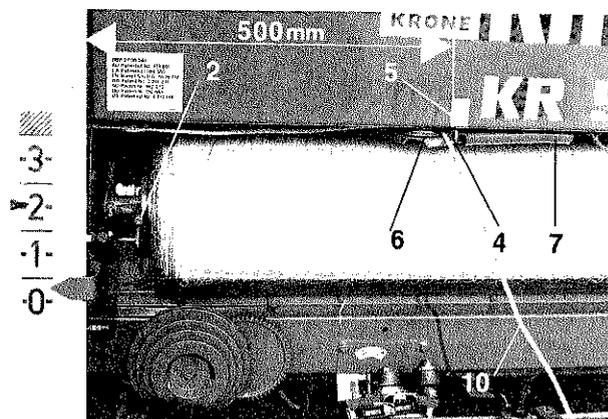
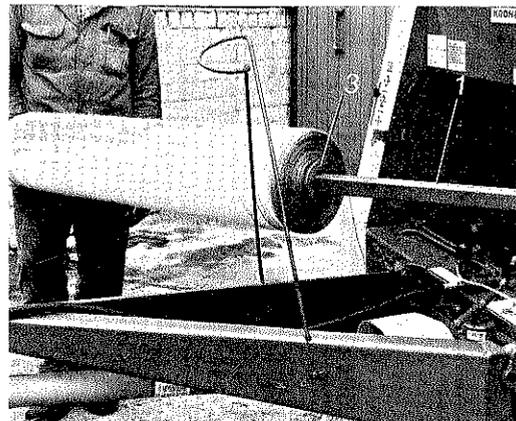
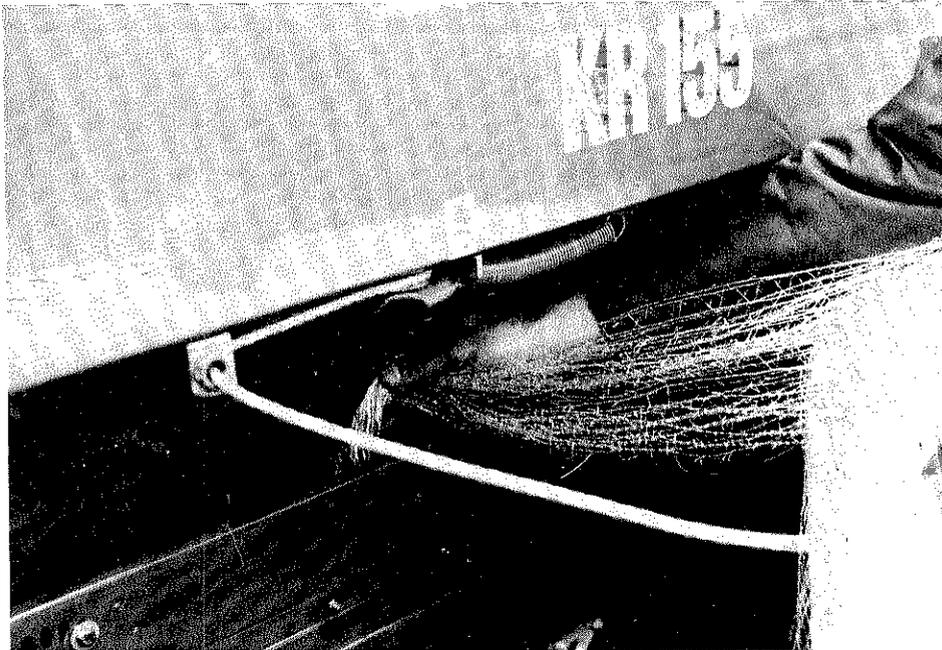
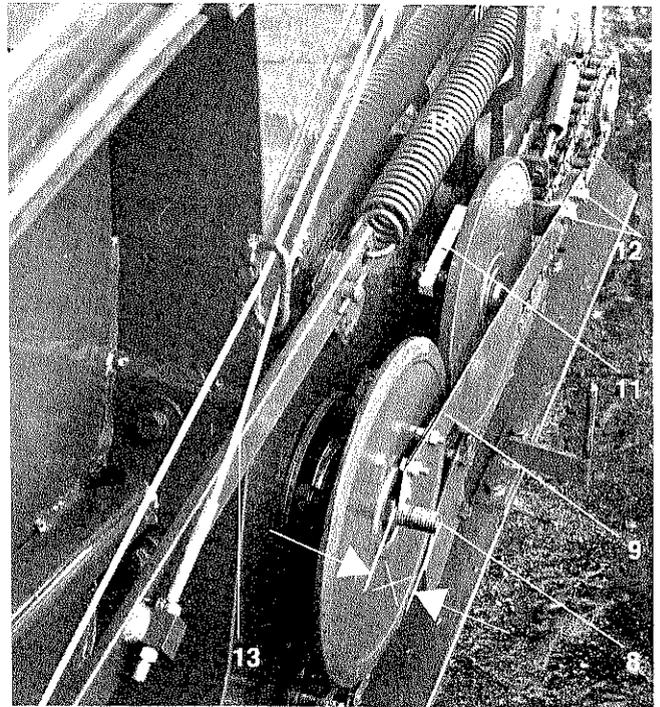

Abb. 10
Abb. 11
Abb. 13
Abb. 17
Die Krone-Rundballenpresse kann auch für die Umwicklung (Bindung) der Ballen mit Kunststoffolie oder Netz verwendet werden. Die Folien- bzw. Netzwickelvorrichtung befindet sich unterhalb des Garnkastens. Sie wird eingeschaltet (ausgeschaltet) indem das Starterseil am Startzylinder entsprechend eingehängt (siehe Abschnitt „Hydraulische Startvorrichtung“) und das Arretierstück (Pos. 11, Abb. 17) nach hinten (nach vorne) umgeklappt wird. Abmessungen der Folien- bzw. Netzrolle siehe Abschnitt „Technische Daten“.
Zum Einlegen der Folien- oder Netzrolle muß das Aufnahmerohr 1 (Abb. 11) herausgeschwenkt werden. Zum Aufschieben der Rolle wird die linke Lagerbuchse 2 (Abb. 10) mit Innenteil aus dem Aufnahmerohr herausgezogen. Die rechte Lagerbuchse 3 (Abb. 11 und 12) ist stirnseitig mit Aussparungen versehen, die zum Ausgleich von unterschiedlichen Rollenbreiten dienen. Sie ist so zu drehen, daß die Folien-Netzrolle mittig zur Maschine sitzt.
Die Folien- bzw. Netzrolle ist mit dem losen Ende nach hinten entsprechend Abb. 11 aufzuschieben.
Die Lagerbuchsen rechts und links müssen sich in der Rollenhülse leicht drehen lassen. Eventuelle Beschädigungen an der Hülse der Rolle müssen vorher beseitigt werden. Nach dem Einschwenken der Folienrolle (Netzrolle) muß die linke Lagerbuchse durch Drehen auf dem Gewinde so verstellt werden, daß die Nase 4 unterhalb der gelben Markierung 5 (Abb. 10) liegt. Das Verdrehen der linken Lagerbuchse wird erheblich erleichtert, wenn der Schwenkhebel 6 (Abb. 10) nach links gedrückt wird. Die Verdrehsicherung an der linken Lagerbuchse muß nach dem Verstellen wieder eingerastet werden.
Die Rolle wird durch längsseitiges Einklemmen gebremst. Die Bremswirkung läßt sich über die Feder 7 (Abb. 10) verändern. Mit zunehmender Spannung der Zugfeder 7 erhöht sich die Abbremsung der Folien- bzw. Netzrolle. Bei Verwendung von Netz muß die Abbremsung höher gewählt werden als bei Folie.
Die Übertragungseinrichtung der Bremse ist richtig eingestellt, wenn die Nase 4 (Abb. 10) unterhalb der gelben Markierung 5 liegt. Das entspricht 500 - 530 mm von der linken Rahmenkante. Die Einstellung erfolgt nur durch Verstellung an den Lagerbuchsen 2 (Abb. 10) und 3 (Abb. 11).
Durch Ziehen am Seil 10 (Abb. 10) bewegt sich der Schwenkhebel 6 nach links über die gelbe Markierung 5 hinaus. In dieser Stellung ist die Bremse der Folien-Netzrolle gelöst, und somit muß sich die Rolle sehr leicht von Hand drehen lassen. Nach dem loslassen des Seils 10 spricht die Bremse wieder an, und die Rolle darf sich nur noch sehr schwer von Hand drehen lassen; vor allem bei stark gespannter Feder 7, wie es bei Betrieb mit Netz sein sollte.
Bevor das Netz (die Folie) eingeführt wird, muß unbedingt der Messerbalken durch einmaliges Ziehen am Starterseil 10 (Abb. 10) zurückgeschwenkt und das Arretierstück 11 (Abb. 17) nach vorn umgelegt werden.
Das Netz (die Folie) wird von der Rolle nach hinten durch den Schacht zu den Starterrollen geführt (Abb. 13 - 16). Mit einer Hand das Netz (die Folie) in die Lücke vor den Starterrollen legen und gleichzeitig mit der anderen Hand die Aluminiumstarterrolle drehen, bis das Netz ca. 100 mm hinter den Starterrollen durchhängt. Danach das Arretierstück 11 (Abb. 17) für den Betrieb mit Netz/Folie wieder nach hinten umlegen.
Die gewünschte Folienlänge (Netzlänge) pro Rundballen kann mit der Schraube 8 (Abb. 17) stufenlos eingestellt werden. Die Einstellschraube 8 hat Linksgewinde.
Einstellschraube 8 (Abb. 17) nach der Verstellung wieder kontern.
1. Je nachdem, wie Sie Ihre Rundballen „einbinden“ wollen, Maschine entsprechend mit Garn-, Folien oder Netzrollen bestücken und Bindemittel in die Wickel- bzw. Startvorrichtung einfädeln. Zugseil für die Startvorrichtung entsprechend am Startzylinder einhängen (s. Abschnitt „Hydraulische Startvorrichtung“) und Arretierstück (Pos. 11, Abb. 17) in die entsprechende Position bringen.